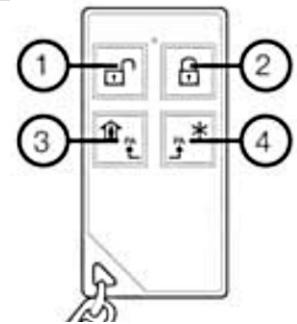

Рисунок 30. Кнопки брелока FW2-RMT-8F
2. **Брелок** – сначала удалить предыдущую регистрацию одновременным нажатием кнопок ② и ③ (см. рисунок 30). Регистрация – одновременно нажать кнопки ③ и ④;